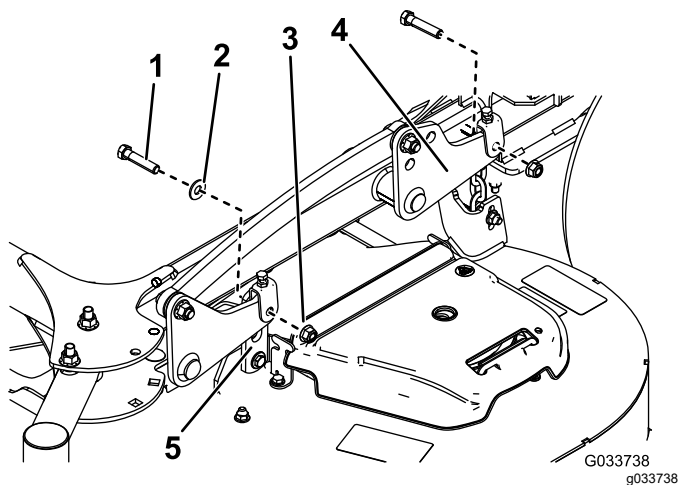

Figure 94
5. Retirez les 2 boulons, les 2 écrous et la rondelle qui fixent les pattes de support du tablier aux plaques de levage des deux côtés du tablier de coupe (Figure 93 et Figure 94).
Remarque: Pour les les tabliers de 132 cm (52 po), montez les pattes de support avant à l'extérieur des bras de levage avant (Figure 93). Pour les les tabliers de 152 cm (60 po), montez les pattes de support avant à l'intérieur des bras de levage avant (Figure 94).